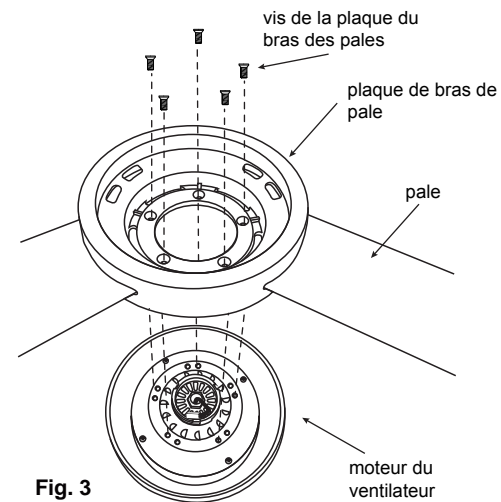

Fig. 3
**Étape 1.** Alignez les 5 trous de la plaque du bras de la pale sur le moteur du ventilateur. Fixez-le avec les 5 vis de bras de pales fournies (Fig. 3).